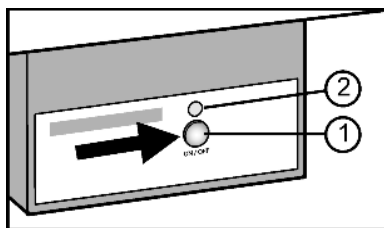

Fig. 6
- ▶ Premir o botão On/Off Fig. 6 (1) para que o LED Fig. 6 (2) se acenda.